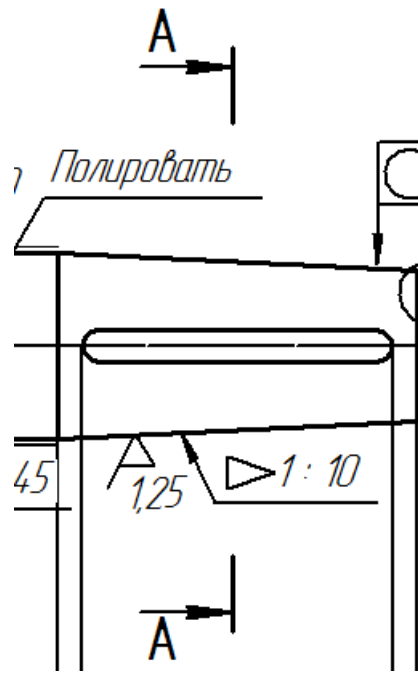

Рис. 49. Фрагмент чертежа с нанесённой линией сечения
- щёлкните по кнопке **Создать объект** на **Специальной панели управления**. Линия сечения **А-А** на коническом участке вала построена (рис. 49). Она должна быть на середине шпоночного паза.